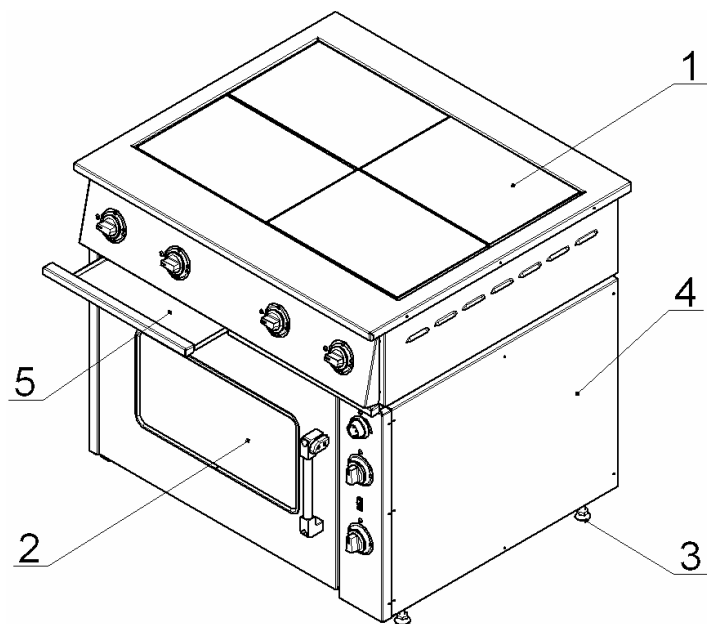
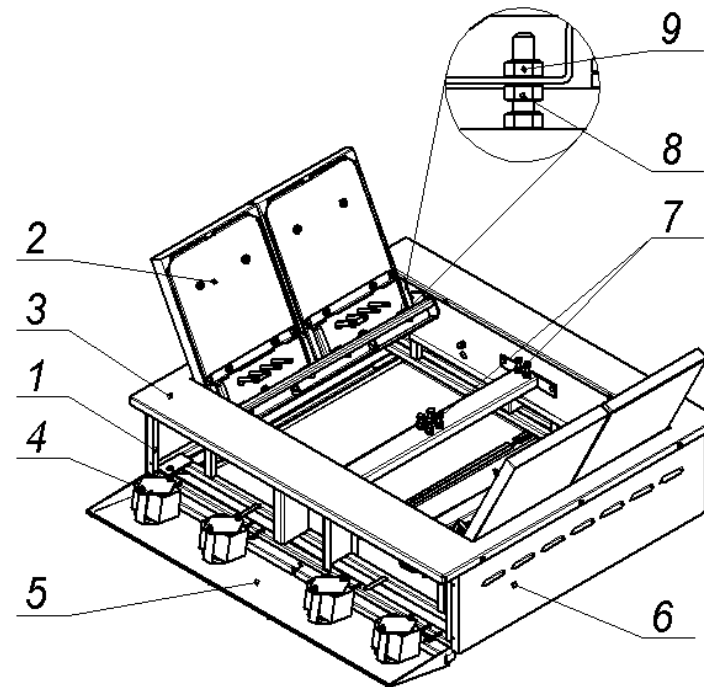
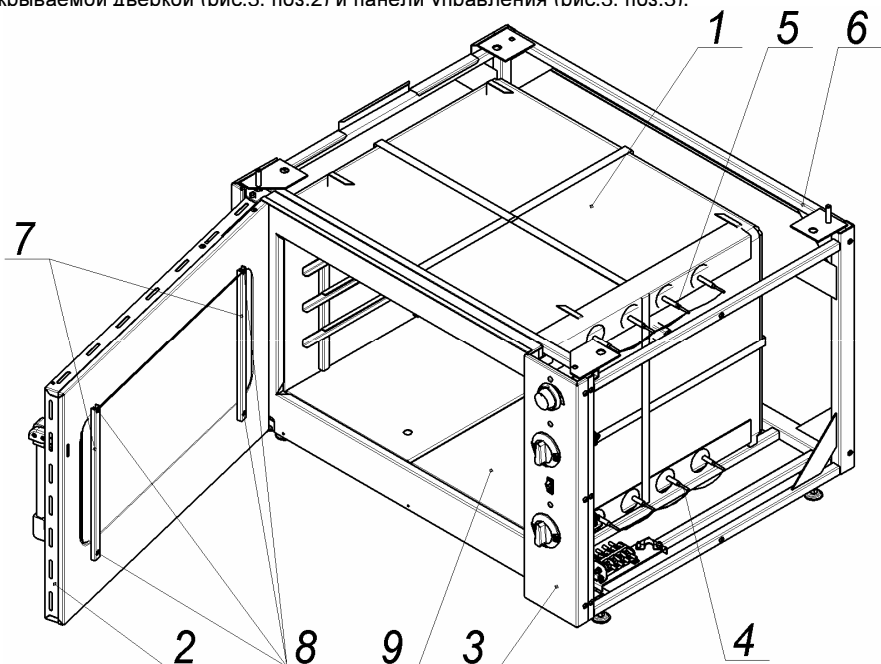
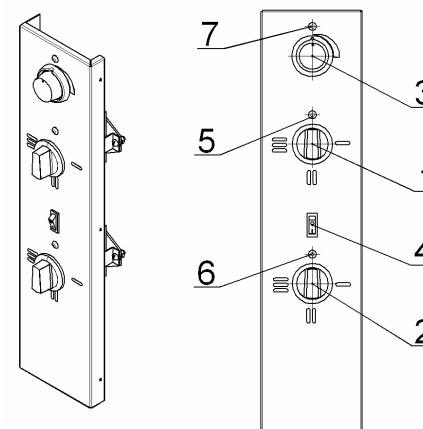

Рис.1
Рис. 2
Рис.3
Рис.4
Чтобы открыть приборную панель плиты, необходимо вынуть выдвижные поддоны (см. рис.1) и вывернуть винты крепления панели к каркасу плиты.
4.3 Собственно плита (рис.2) установлена на жарочный шкаф (рис.1. поз.2) и состоит из каркаса (поз.1), с закрепленными на нём конфорками (поз. 2), столом (поз.3), облицовочными (поз.6) и приборной панелью (поз.5).
4.3.3 Для обслуживания и санитарной уборки, плита оборудована (см. рис.1) выдвижными поддонами (поз.5), так же обеспечен (см. рис.2) свободный доступ к внутренним поверхностям плиты:
4.4 Жарочный шкаф состоит из тепловой (рабочей) камеры (рис.3 поз.1), закрываемой дверкой (рис.3. поз.2) и панели управления (рис.3. поз.3).
- Снять панель управления (рис.3, поз.3) или снять правую облицовочную панель (рис.1, поз.4);
- Снять панель управления (рис.3, поз.3) или правую облицовочную панель (рис.1, поз.4);
4.5 Приборы управления и светосигнальная арматура размещены (рис.4) на панели управления (рис.3 поз.3), которая расположена с правой стороны шкафа.
4.5.1 Ступенчатое регулирование мощности верхних и нижних ТЭНов осуществляется установкой ручек переключателей (поз.1 и 2) в фиксированные положения, обозначенные на панели управления символами I, II и III, что соответствует режимам нагрева ТЭНов: слабый, средний и сильный. При этом, мощность ТЭНов изменяется следующим образом: 0,75 – 1,5 – 3,0 кВт. Отключение ТЭНов производится установкой ручек переключателей в положение «0» (напротив сигнальных ламп рис.4, поз.5 и 6).
Установка и автоматическое поддержание необходимой температуры (от 50 до 300⁰С) в камере осуществляется терморегулятором (рис.4, поз.3).
Переключатели верхних и нижних ТЭНов, а также терморегулятор снабжены сигнальными лампами (рис.4, поз.5, 6 и 7).
- Открыть дверку и вынуть из камеры подовые короба (рис.3, поз.9);
7.4 Установите (по часовой стрелке) лимбом терморегулятора (рис.4, поз.3) температуру в камере шкафа, предусмотренную технологией приготовления продукта (должна загореться сигнальная лампа рис.4. поз.7).
7.5 Установите ручки переключателей (рис.4, поз.1 и 2) верхних и нижних ТЭНов в положения I, II или III (должны загореться сигнальные лампы рис.4, поз.5 и 6).
7.7 Для визуального контроля состояния приготавливаемых в камере продуктов, при закрытой дверке, включите клавишей (рис.4, поз.4) лампу подсветки камеры.